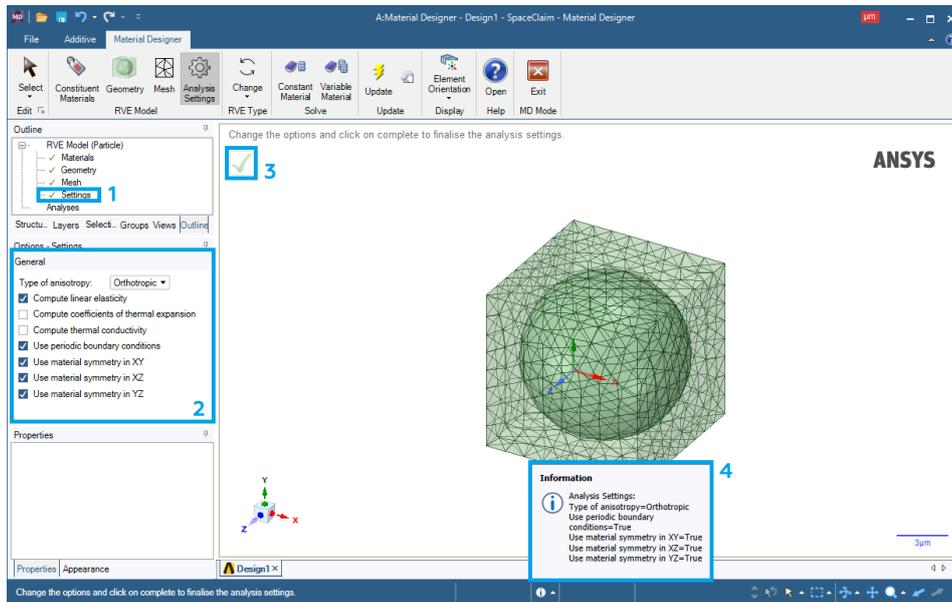

Рис. 9. Выбор характеристик частицы
8. Нажимаем ЛКМ на **Settings** (1). На панели слева (2) можно выставить интересные настройки анализа объемного элемента (рис. 9), но в нашем